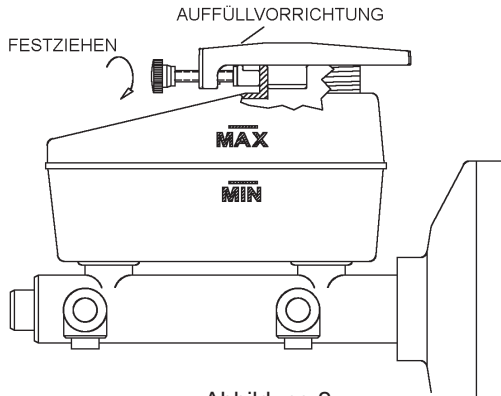

Abbildung 2
4. Die Vorrichtung an den Hals des Hauptzylinders klemmen, indem der Schiebeknopf (Abbildung 2) festgezogen wird.